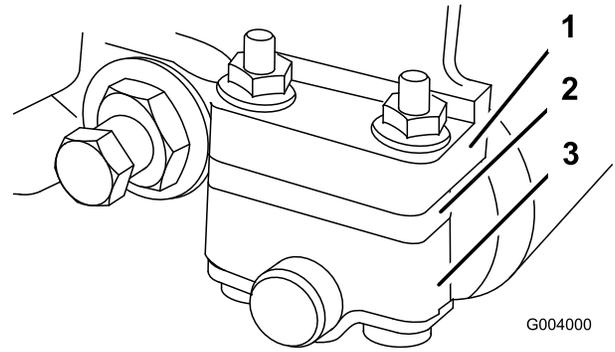
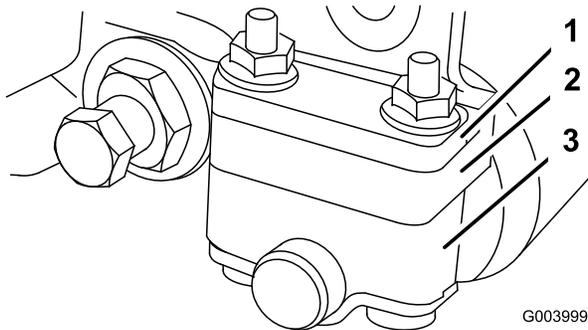

Figure 56
Figure 55
1. Réglez les supports du rouleau arrière à la position supérieure ou inférieure selon la gamme de hauteur de coupe voulue (Figure 55 et Figure 56).
- Placez l'entretoise en-dessous de la bride de fixation de la plaque latérale lorsque les hauteurs de coupe sont comprises entre 3 et 25 mm (Figure 56).